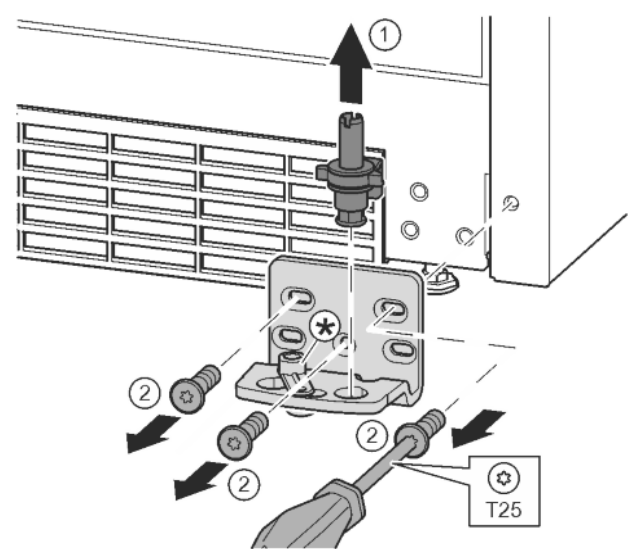

Fig. 16
- ▶ Kompletną płytkę zawiasu wyjąć w górę. Fig. 16 (1)
- ▶ Śruby wykręcić przy pomocy śrubokręta T25 i zdjąć płytkę zawiasu. Fig. 16 (2)